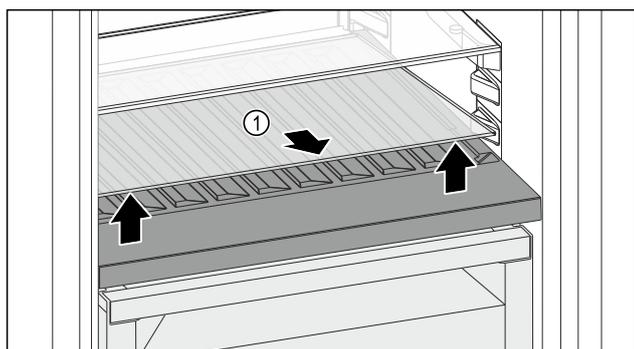

Fig. 115
- ▶ 抬起前部槽上的玻璃隔板 Fig. 115 (1) 并取出。
- ▶ 将玻璃隔板 Fig. 115 (1) 稳妥地放在冰箱外。